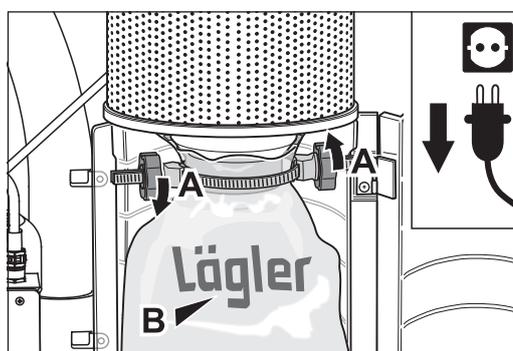

Abb. 11 Die beiden Mutter am MultiClip müssen festgezogen sein (A) und der Aufdruck auf dem Staubbeutel muss sich vorne befinden (B).
- 8 Kontrollieren Sie den Sitz des Staubbeutels auf dem Stutzen des Staubabscheiders. Die beiden Muttern am MultiClip müssen festgezogen sein (Abb. 11, A) und der Aufdruck auf dem Staubbeutel muss sich auf Ihrer Seite befinden (Abb. 11, B).